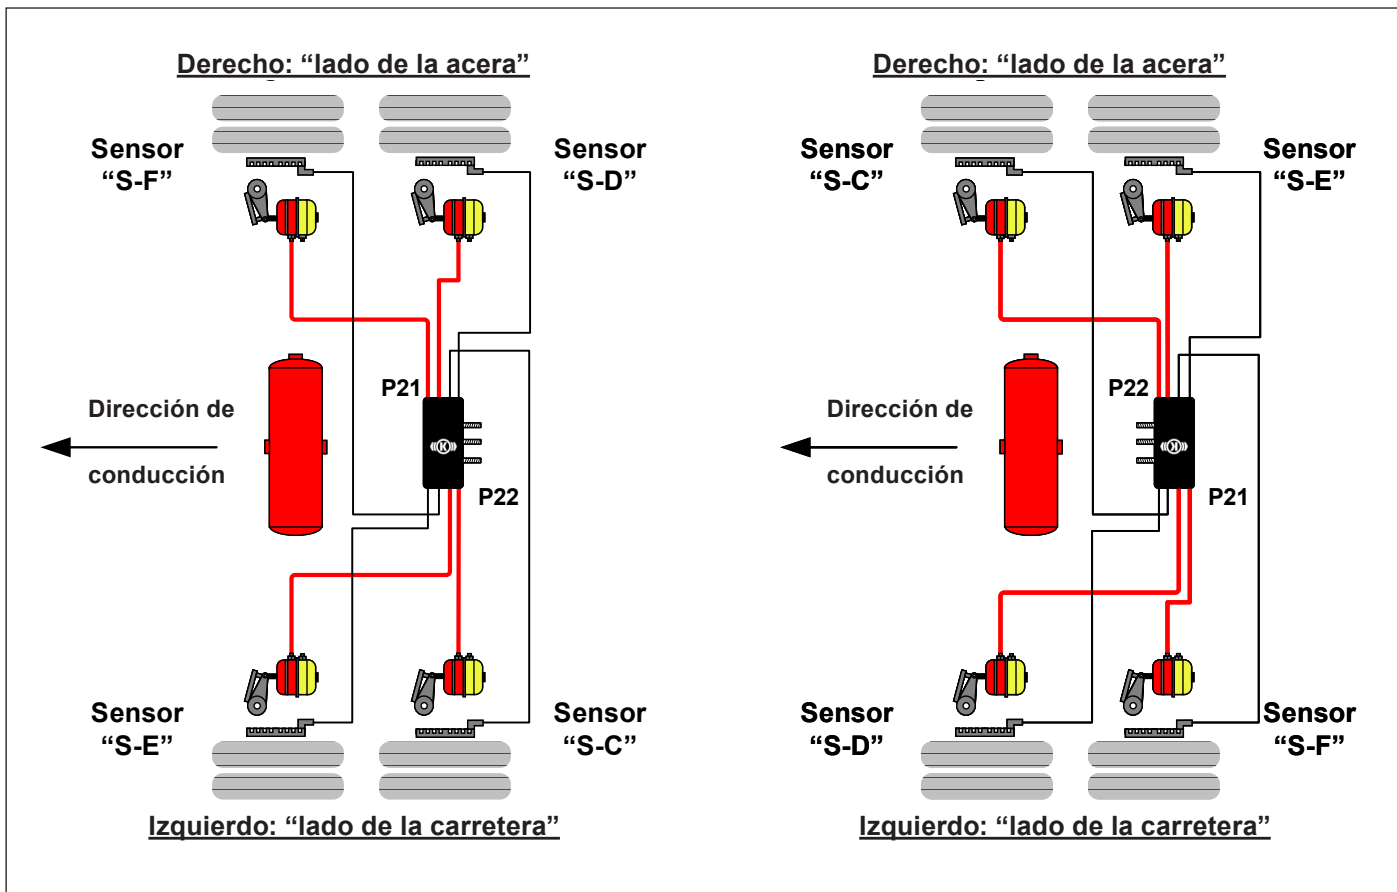

Figura 19: ubicaciones del sensor de velocidad de rueda (WSS)
NOTA: El WSS debe seguir la orientación del módulo, como se muestra en la figura 19 para remolques de eje fijo. Cuando haya un eje de elevación y se vayan a instalar sensores en ese eje, se deben usar sensores secundarios "SE" y "SF" para el eje de elevación.
- Si la ubicación del WSS no coincide con la orientación del módulo MC avanzado TABS-6 que se muestra en la figura 19, se generará un código de diagnóstico de fallas (DTC) y se iluminará la luz indicadora del sistema de frenos antibloqueo (ABS).
- Consulte las letras en relieve en el cuerpo de fundición, o consulte la figura 19, para las ubicaciones del WSS, "S-C", "S-D", "S-E" y "S-F".